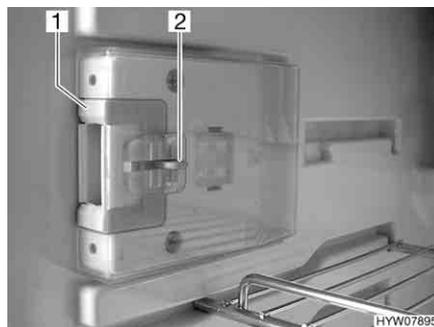
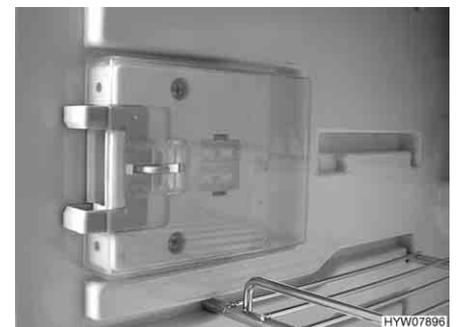

Bild 195 Verschlusseinrichtung in Normalstellung
Bild 196 Verschlusseinrichtung in Lüftungsstellung
- Die Entriegelung (Bild 195,2) eindrücken.
- Die Verschlusseinrichtung (Bild 195,1) nach vorn schieben (Bild 196).